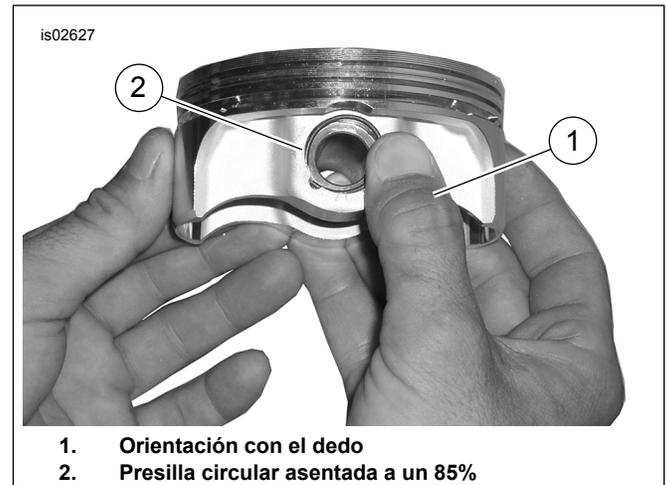

Figura 4. Instalación de la presilla circular
2. Vea Figura 4. Coloque su dedo (1) como se muestra y presione firmemente hasta que la presilla circular esté asentada aproximadamente un 85% (2) en la ranura.